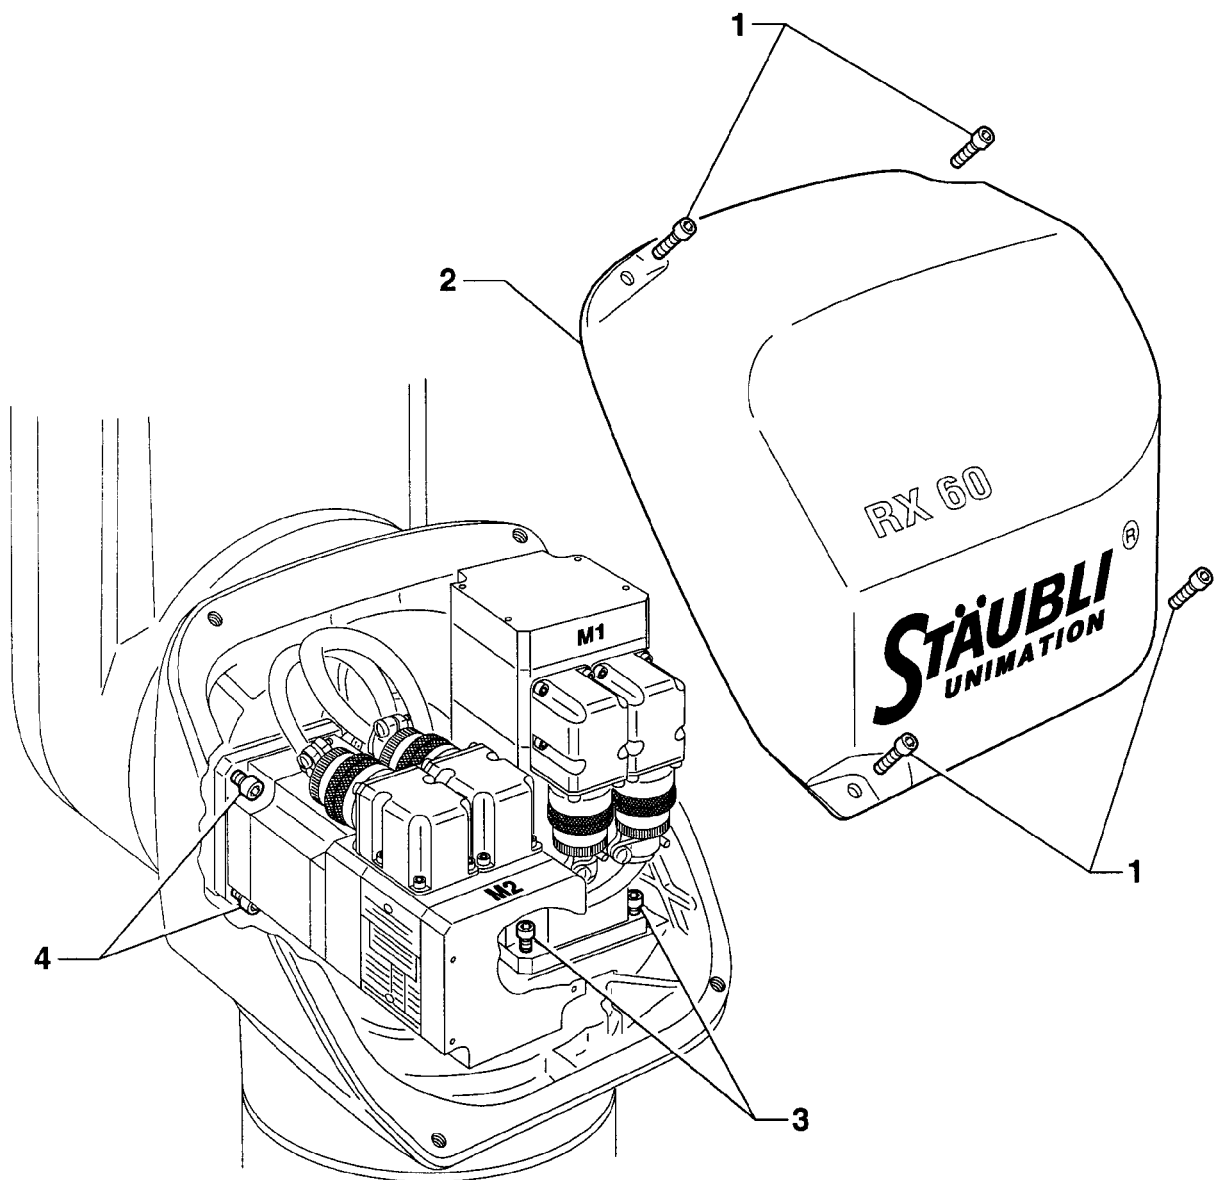

Figure 6.2
6.1.1. JOINT 1 (figure 6.2)
6.1.2. JOINT 2 (figure 6.2)